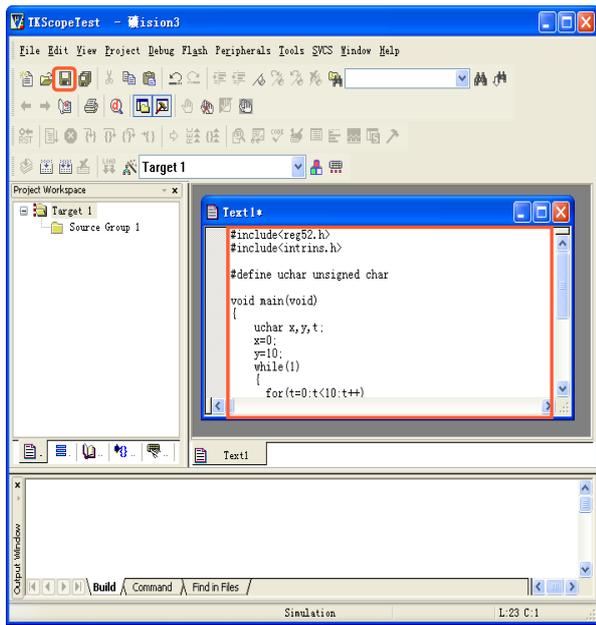

图 2.22 编写用户程序
**2** 系统弹出一个文本文件对话框。在此输入用户程序，如图 2.22 所示，然后点击【保存】。